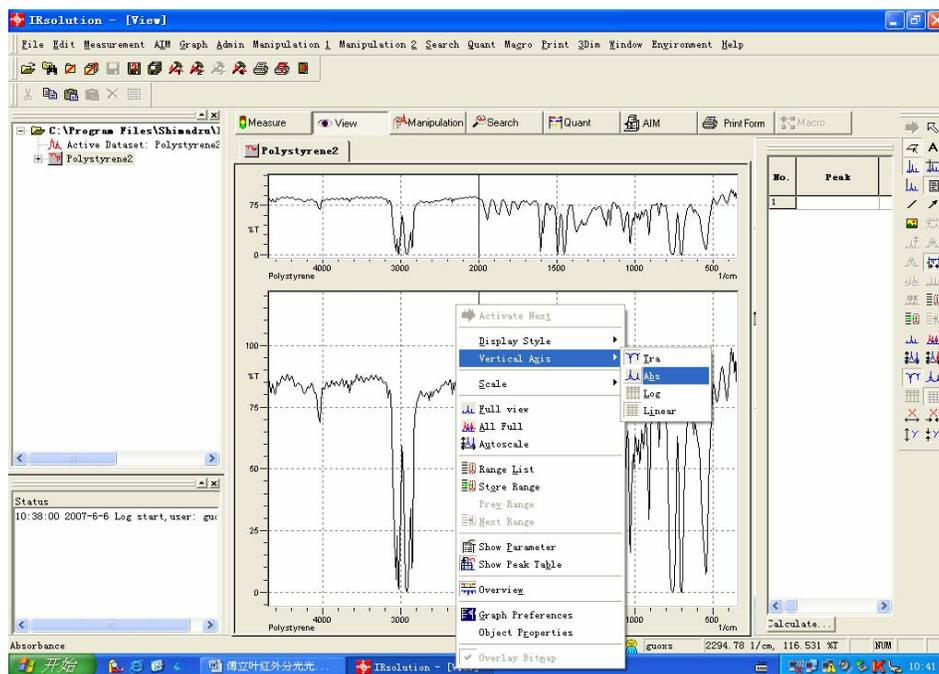

图11 透过和吸收图谱转换
5. **透过和吸收图谱的转换:**可以用鼠标右键菜单进行转换。图11。